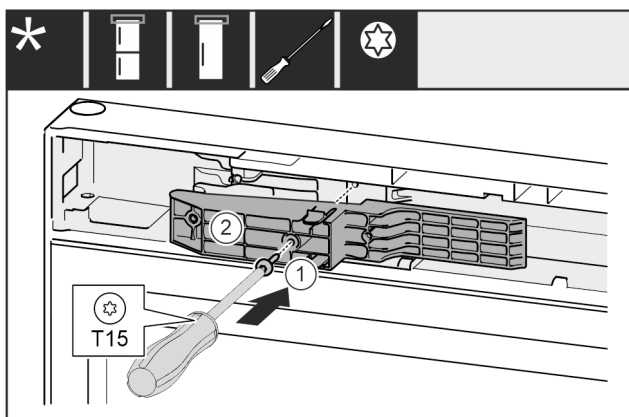

Fig. 50 *
- Adaptér Fig. 50 (1) na straně rukojeti vložte do výklenku.*
- Šroubovákem šroub Fig. 50 (2) pevně utáhněte.*